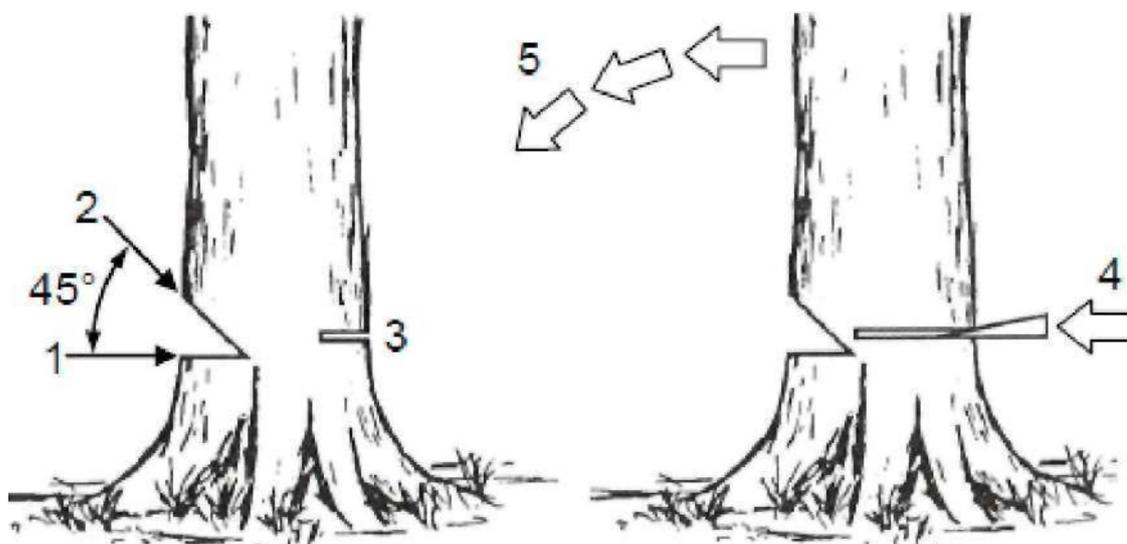

Рисунок 17
ВАЛКА ДЕРЕВА (рис.17).
- Сначала сделайте горизонтальный пропил на $1/3$ диаметра ствола в предполагаемом месте на стороне ствола по направлению валки (рис.17 поз.1).
- Теперь сделайте второй пропил сверху под углом 45 градусов относительно первого пропила (рис.17 поз.2).
- Теперь сделайте валочный пропил точно напротив валочного надреза. Валочный пропил должен проходить горизонтально и на уровне немного выше низа первого надреза (рис.17 поз.3).
- Вставьте клинья в валочный пропил, чтобы дерево упало (рис.17 поз.4). Обратите внимание на направление падения дерева (рис.17 поз.5).